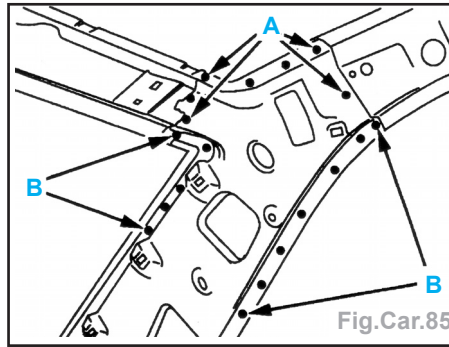

Fig.Car.85
- Souder par points électriques suivant **A** et **B** (avec l'équipement : **AB1**) (Fig.Car.85).